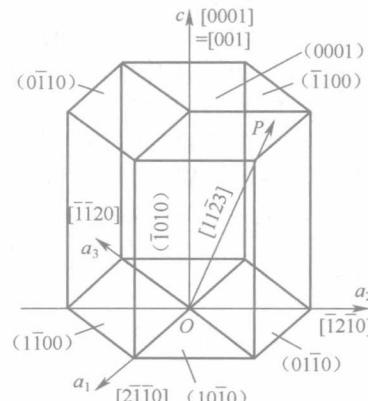

图2-1 六方晶系一些晶向、晶面指数
(3) 六方晶系指数。六方晶系的晶向指数和晶面指数同样可以应用上述方法标定，但是为了更好地表达其对称性，根据六方晶系的对称特点，对六方晶系采用 a_1 、 a_2 、 a_3 及 c 四个晶轴， a_1 、 a_2 、 a_3 之间的夹角均为 120° ，如图2-1所示。这样，其晶面指数就以 (hkl) 四个指数来表示。